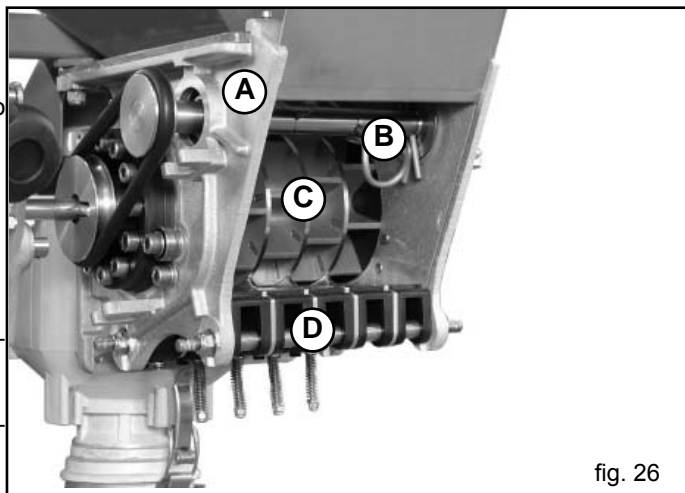

fig. 26
3.5.1 DOSATORE (Fig. 26)
L'agitatore si presenta con un diametro di 85 mm ed è composto da un albero con 4 elementi (**spille curvate**). Se l'azione dell'agitatore è eccessiva, è possibile ridurre l'**effetto miscelatore**, togliendo le due spille centrali (B, Fig. 26).